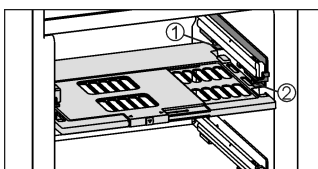

Fig. 22
- ▶ Vložení police s regulací vlhkosti: Výstupky víka police zespodu zaveďte do zadních držáků Fig. 22 (1) a vpředu zaklesněte do držáku Fig. 22 (2).